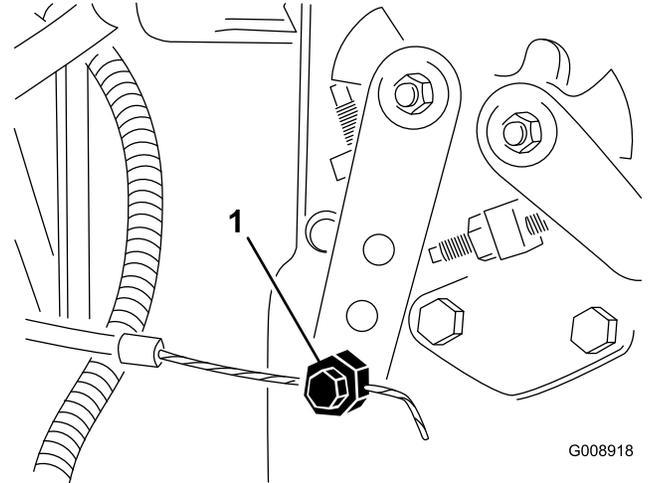

図 74
2. 噴射ポンプのレバーアーム 図 74の部分にあるスロットルケーブルのコネクタをゆるめる。